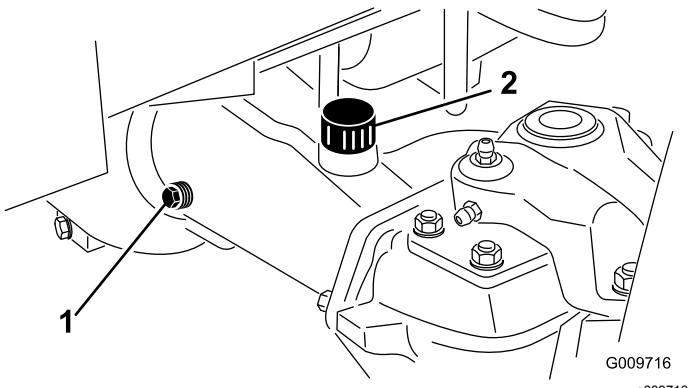

Bild 58
2. Entfernen Sie eine Prüfschraube aus einem Ende der Achse und stellen sicher, dass das Öl die Unterseite des Lochs erreicht (Bild 58).